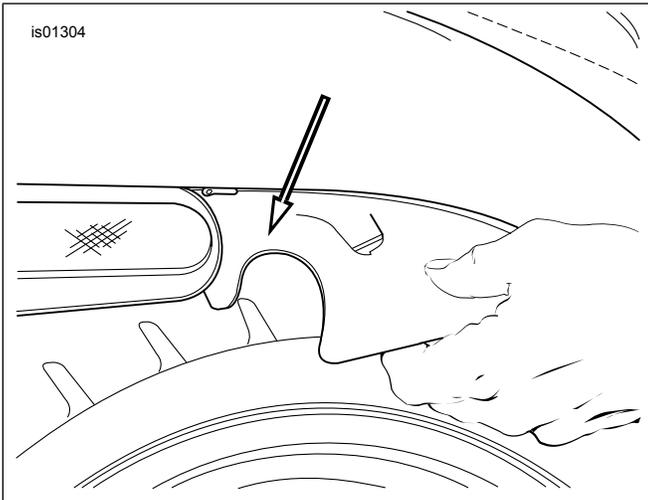

Figura 2. Bajada de la aleta guardabarros (VRSCA/B/D 2002 a 2006)
3. Vea Figura 2. Baje la aleta guardabarros de su posición instalada y permita que descanse en la rueda trasera.